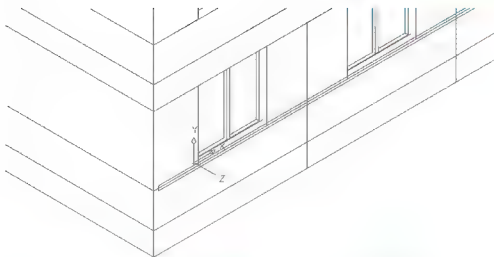

图 6.64 绘制窗台线模型
- (3) 在指定下一个点或 [圆弧(A)/半宽(H)/长度(L)/放弃(U)/宽度(W)]: 提示下，输入“W”后按 Enter 键。
- (4) 在指定起点宽度 < 0.0000 >: 提示下，输入“120”。
- (5) 在指定端点宽度 < 120.0000 >: 提示下，按 Enter 键执行尖括号内的值。
- (6) 在指定下一点或 [圆弧(A)/闭合(C)/半宽(H)/长度(L)/放弃(U)/宽度(W)]: 提示下，打开【正交】功能，将光标向 X 轴的正方向拖动，输入“20220”，表示该窗台线长度为 20220mm。
- (7) 按 Enter 键结束命令，结果如图 6.64 所示。